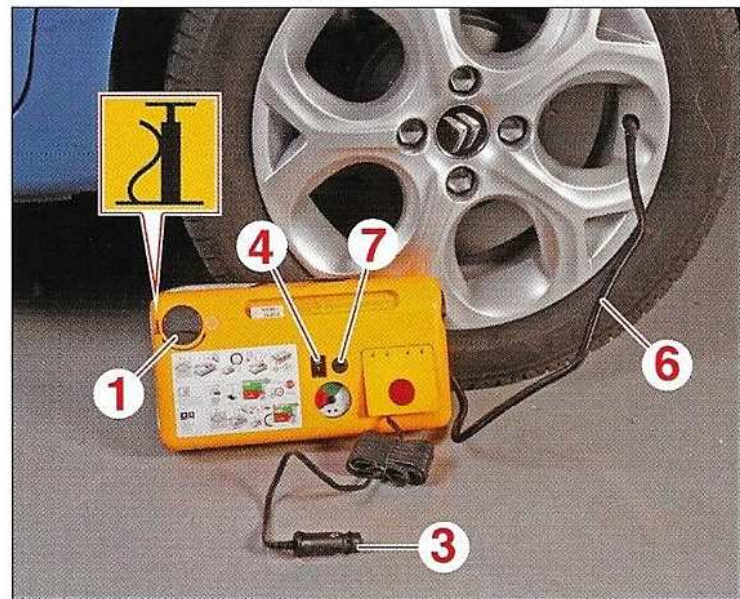

FIG.3
- Tourner la commande (1) sur la position «gonflage» (Fig.3).
- Dérouler complètement le tuyau noir (6) et le raccorder à la valve du pneumatique réparé.
- Brancher l'adaptateur (3) à la prise 12 V du véhicule.